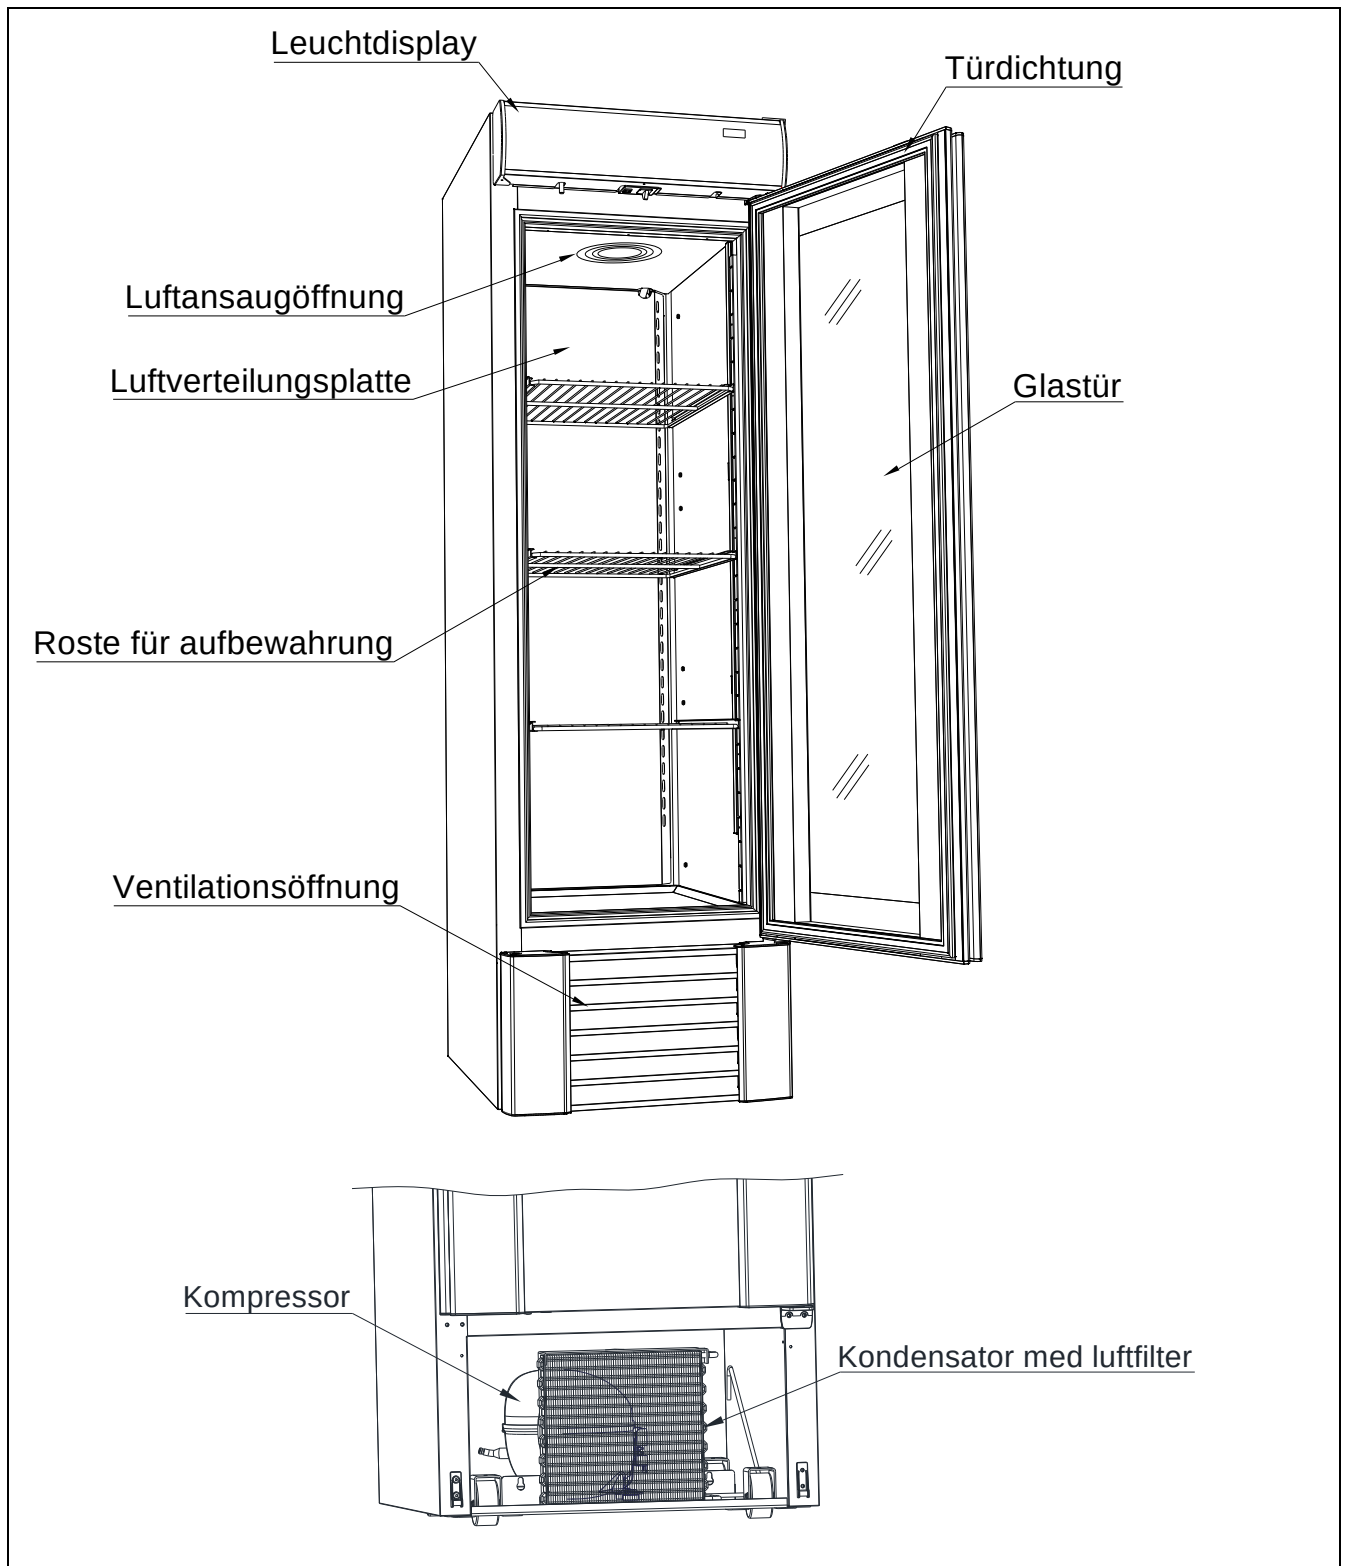

Fig. 3
- COH** Kondensator überhitzt. Dieser Code wird im Display angezeigt, wenn die Kondensatortemperatur zu hoch war. Reinigen Sie den Kondensatorfilter vor dem Kondensator. (Siehe Positionierung des Filters in Abb. 3).
- Reinigen Sie den Kondensatorfilter vor dem Kondensator. (Siehe Positionierung des Filters in Abb. 3). Um diesen Fehler zurückzusetzen, muss das Gerät aus- und wieder eingeschaltet werden. Der Fehler wird nicht automatisch zurückgesetzt.
Kontrollleuchte für die Betriebszeit des Kompressors. Wenn diese Kontrollleuchte leuchtet, war der Kompressor bereits so viele Stunden in Betrieb, dass es Zeit für eine Reinigung des Kondensatorfilters ist, der sich vor dem Kondensator befindet. (Siehe Positionierung des Filters in Abb. 3). Wenn der Filter gereinigt und wieder montiert wurde, muss der Intervallzähler zurückgesetzt werden.